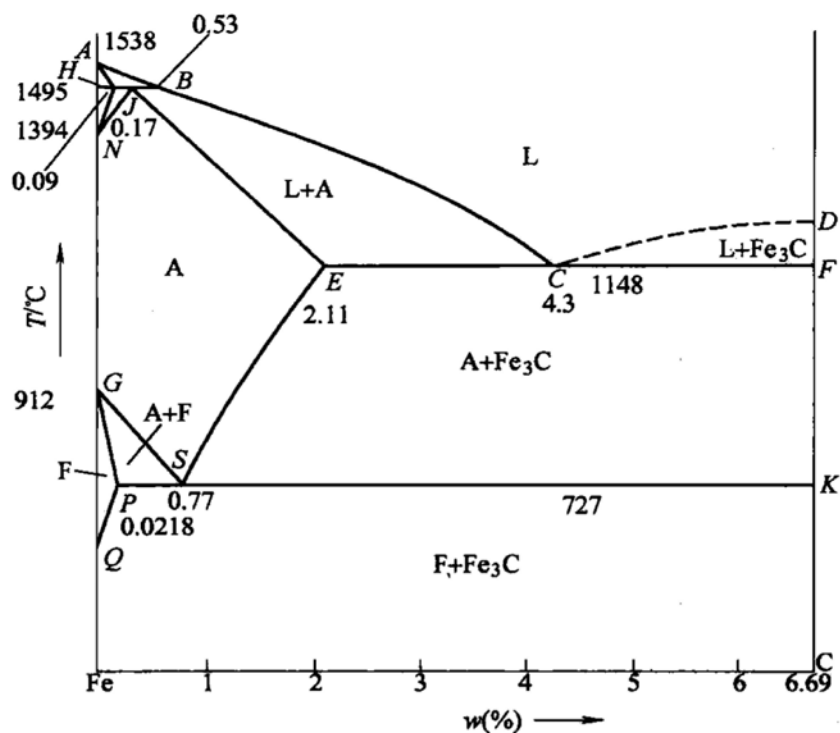

图 19-4 第五题解答图
1. 所画出  $\text{Fe}-\text{Fe}_3\text{C}$  的平衡相图, 如图 19-4 所示。各个相区的填写, 如图 19-